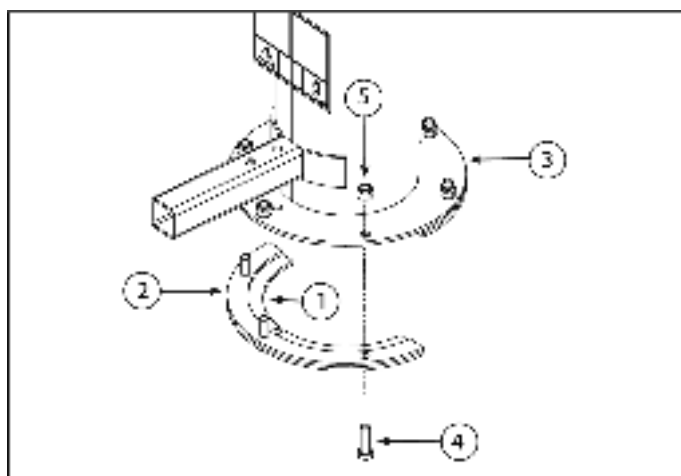

Рис. 2.5. Монтаж разгрузочной трубы
1. Прикрепите одно зажимное кольцо (1) и одно промежуточное кольцо (2) к основанию разгрузочной трубы (3) при помощи трех болтов $3/8 \times 1-1/4$ дюйма (4) и самоконтращихся гаек «nylock» (5). Затяните гайки, оставив зазор $1/16$ дюйма (1,6 мм) для облегчения крепления трубы к фланцу. См. рис. 2.5.